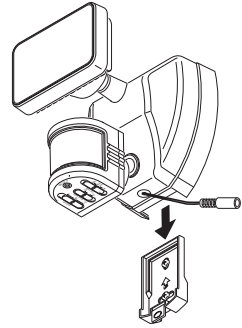

Figura 3
3. Deslice la parte de atrás del aparato de luz hacia abajo sobre la placa de montaje hasta que cierre a presión en su sitio (vea la Figura 3).